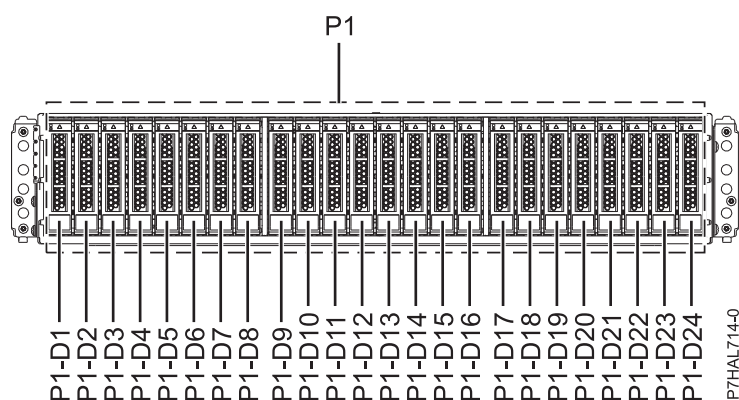
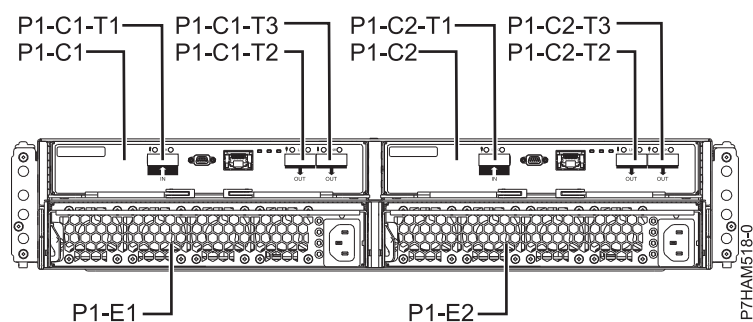

Figura 26. Vista frontal del model allotjament d'unitats de disc 5887 que mostra les ubicacions de les unitats de disc
Figura 27. Vista posterior de l'allotjament d'unitats de disc 5887
3. Identifiqueu la peça i l'allotjament amb què voleu treballar. Les ranures de les unitats de disc i SSD es troben a la part frontal de l'allotjament. A la Figura 26 a la pàgina 28 i a la Figura 27 a la pàgina 28 es mostra la vista frontal i posterior de les ubicacions de les unitats de disc allotjament d'unitats de disc